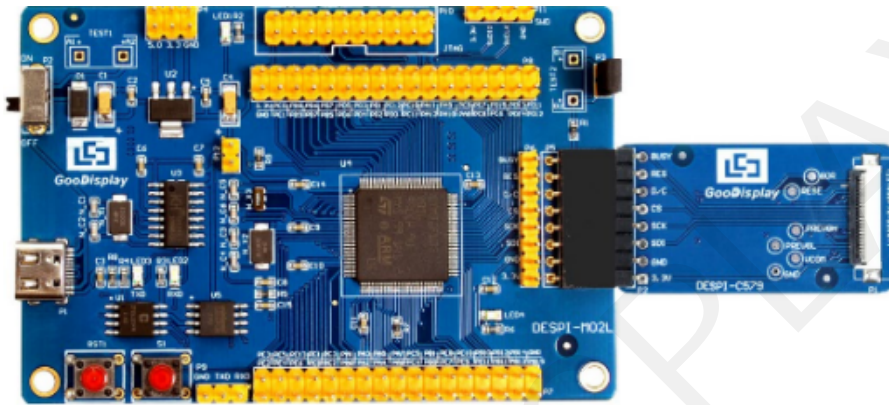

图 3 主板与转接板连接方式
1) 将主板和转接板以图3所示方式相连，将电子纸显示屏FPC以图4.2所示方式连接至转接板的连接器。